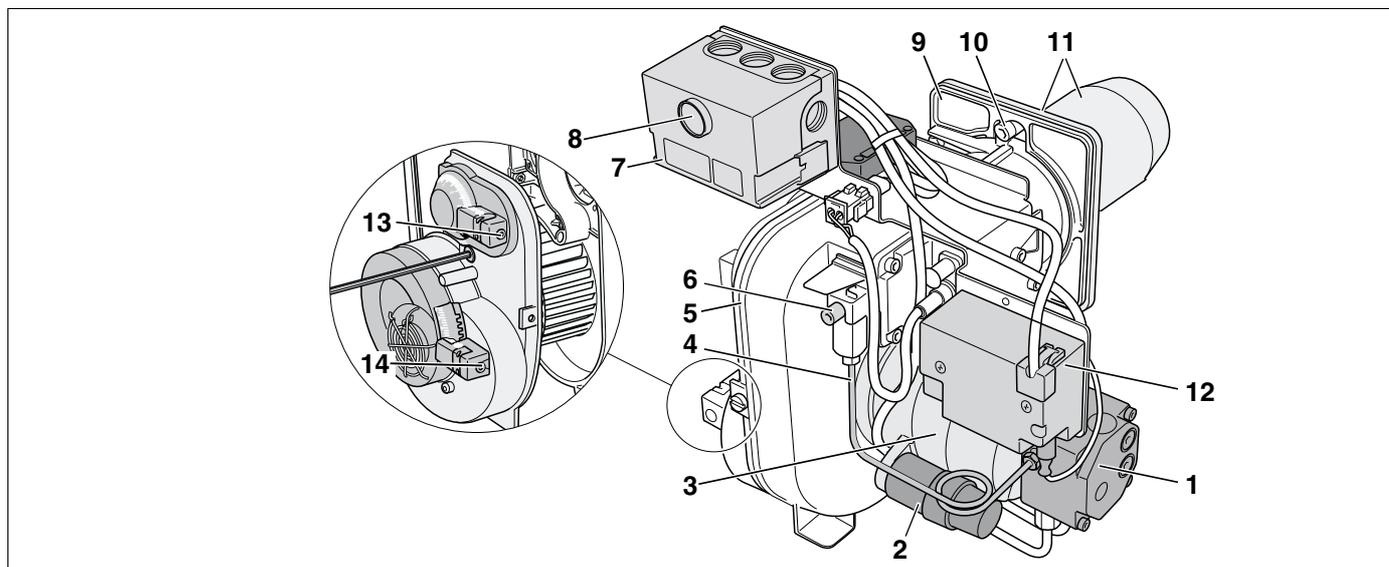

Рис. 1 Горелка Logatop LE 1.0 и 2.0 (с кожухом и без него)
- Топливный насос с электромагнитным клапаном (рис. 1, **поз. 1**)
- Конденсатор мотора (рис. 1, **поз. 2**)
- Мотор горелки (рис. 1, **поз. 3**)
- Нагнетательный топливопровод (рис. 1, **поз. 4**)
- Корпус вентилятора (рис. 1, **поз. 5**)
- Регулировочный винт распределительного диска (рис. 1, **поз. 6**)
- Автомат горения дизельного топлива (рис. 1, **поз. 7**)
- Кнопка подавления помех с лампочкой сигнализации о неисправности (рис. 1, **поз. 8**)
- Монтажная плита (рис. 1, **поз. 9**)
- Сервисный винт (рис. 1, **поз. 10**)
- Фланец и труба горелки (рис. 1, **поз. 11**)
- Блок зажигания с кабелем для розжига (рис. 1, **поз. 12**)
- Регулировочный винт настройки воздуха (рис. 1, **поз. 13**)
- Регулировочный винт входа воздуха (рис. 1, **поз. 14**)
Горелка (рис. 1) имеет штекерное соединение с системой управления (семиполюсный штекер).